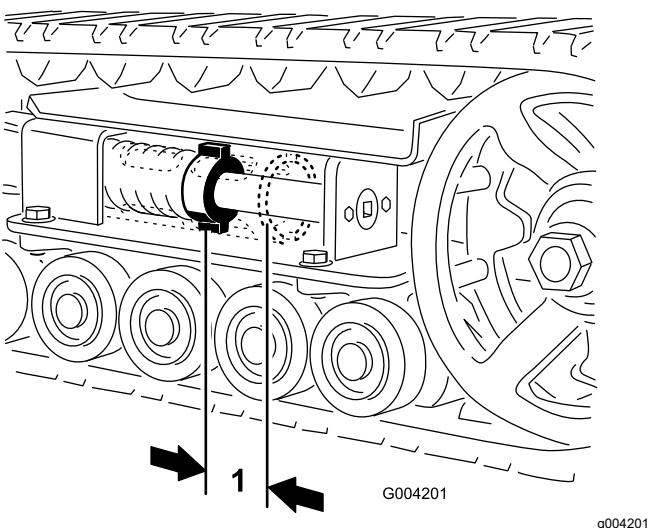

Рисунок 44
5. Используя ключ с храповым механизмом на $\frac{1}{2}$ дюйма, поворачивайте натяжной винт против часовой стрелки до тех пор, пока расстояние между натяжной гайкой и задней стороной натяжной трубы (Рисунок 44) не станет равным 7 см.
натяжной трубы (Рисунок 44) не станет равным 7 см.
18. Поворачивайте натяжной винт против часовой стрелки до тех пор, пока расстояние между натяжной гайкой и задней стороной натяжной трубы (Рисунок 44) не станет равным 7 см.